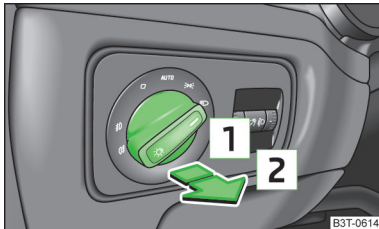

Fig. 51
- Rotiți comutatorul de lumini în poziția sau » fig. 51.
- Rotiți comutatorul de lumini în poziția sau » fig. 51 la pagina 71.